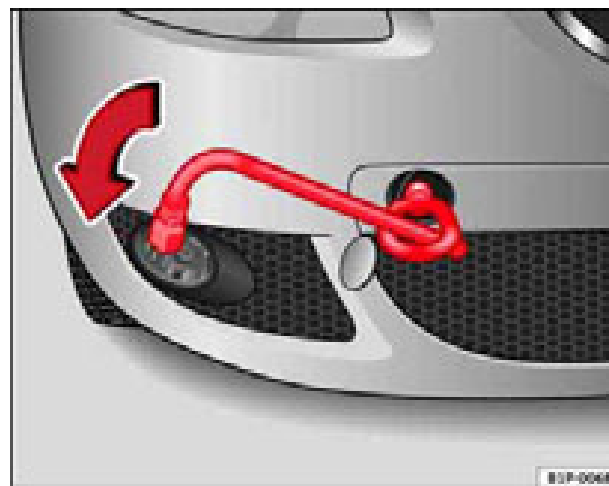
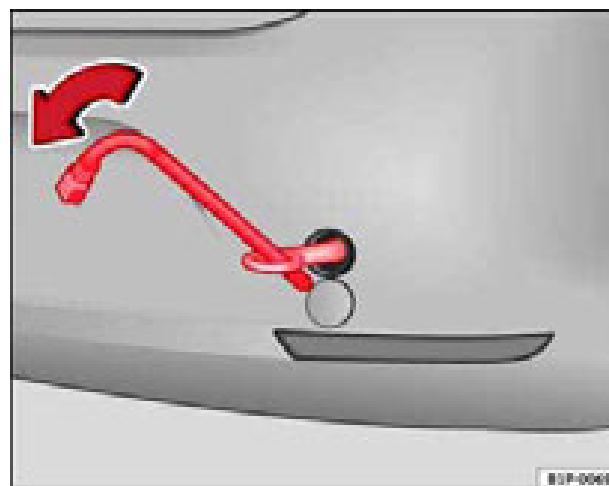

Fig. 174 Atornillado de la argolla de remolque en la parte delantera derecha del vehículo
Fig. 175 Atornillado de la argolla de remolque en la parte trasera del vehículo
- Atornille la argolla hasta el tope hacia la *izquierda*, en el sentido que indica la flecha, tanto en la parte delantera ⇒ página 256, fig. 174, como en la trasera ⇒ página 256, fig. 175.